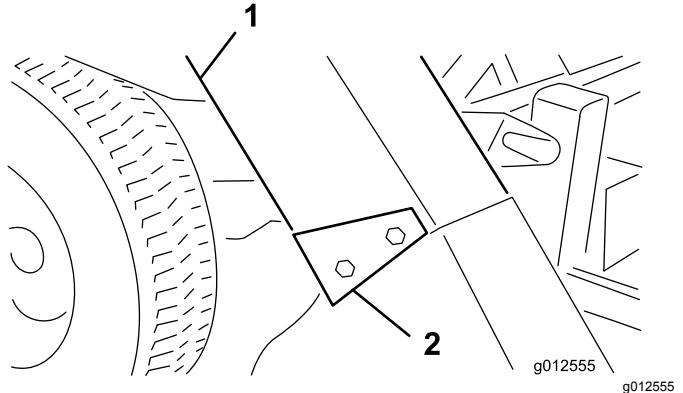

図 29
- シートをプロアの開口部と取り付けスタッドにセットする 図 29。